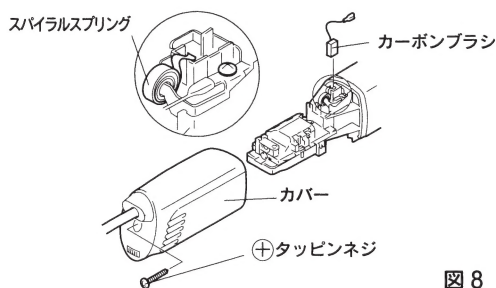

図 8
- (1) ⊕ タッピンネジを緩めて、カバーを取りはずしてください。（図8）